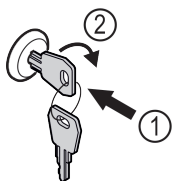

Fig. 46 Példaként szolgáló ábrázolás
- ▶ Dugja be a kulcsot Fig. 46 [1].
- ▶ Forgassa el a kulcsot 90°-kal az óramutató járásával megegyező irányba Fig. 46 [2].